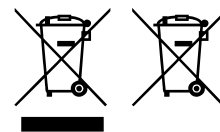

Abb. 1    Abb. 2
4. Das Symbol (durchgestrichener Behälter auf Rädern – Abb. 1) auf dem Produkt oder der Verpackung zeigt an, dass das Gerät am Ende seiner Lebensdauer getrennt gesammelt werden muss.